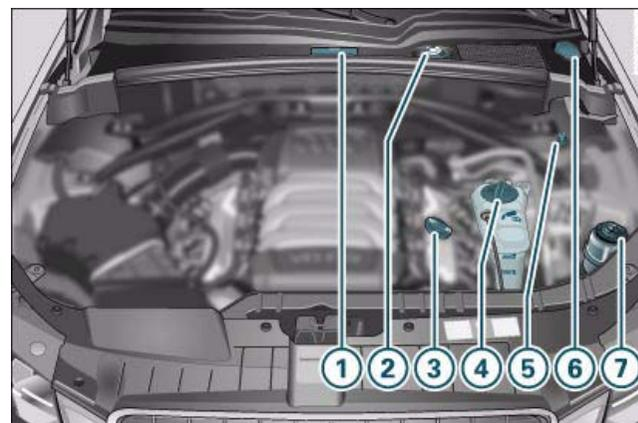

Fig. 209 Disposición típica de los depósitos y de la boca de llenado de aceite del motor
La localización de la boca de llenado de aceite del motor ⇒ *página 226*, fig. 209 (posición ③) puede variar en función de la versión del motor. ■